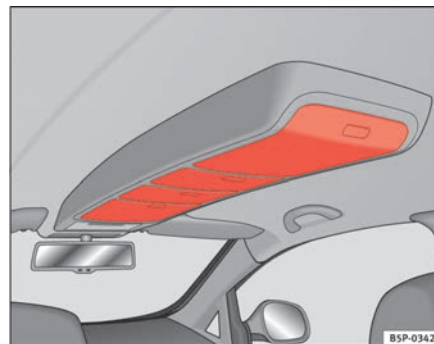

Fig. 104 Vano portaoggetti nel tettuccio
- Per aprire questi vani, premere sul pulsante del coperchio ⇒ **fig. 104**. Il coperchio si apre in modo automatico.